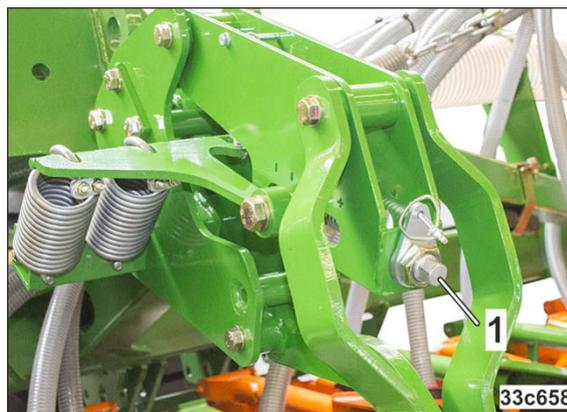

Рис. 194
2. Настройка давления катков выполняется путем равномерного вращения шпинделей (Рис. 194/1).